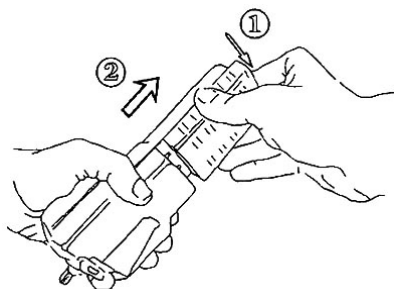

Рисунок 3. Извлечение батареи.
Доступ к батарее осуществляется с задней стороны прибора. Для извлечения батареи, нажмите на выступ (1), находящийся на одном конце и сместите батарею, чтобы отделить ее от прибора (2). Батарея высвободится из своего держателя. Затем извлеките батарею, как показано на рис.3.